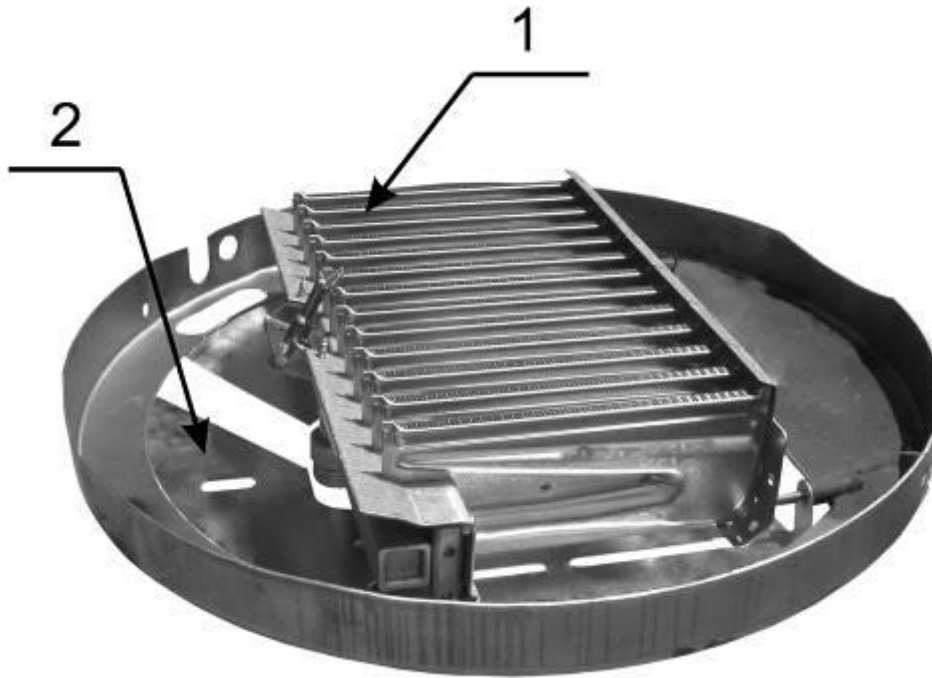

Рисунок 3.
4.5. Горелочное устройство (рисунок 3) состоит из горелки 1 и отражателя 2, предохраняющего пол под аппаратом от перегрева. Горелочное устройство закреплено на основании